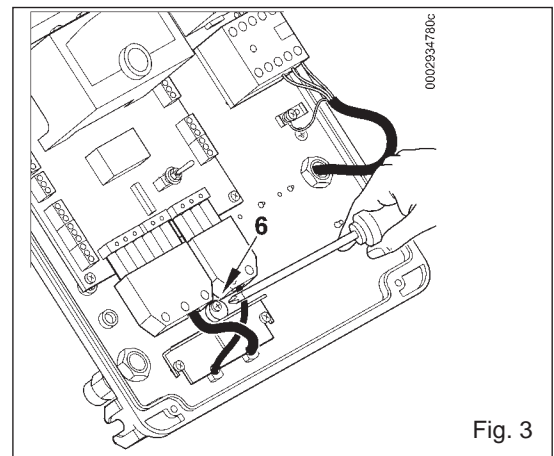

Fig. 3
- Снова установить пластину крепления кабелей (рисунок 3). Повернуть эксцентрик (6) так, чтобы плита оказала подходящее давление над кабелями, затем закрепить винты, с которыми плита подкреплена. Наконечник соединить два разъема — 7- и 4-штырьковый.